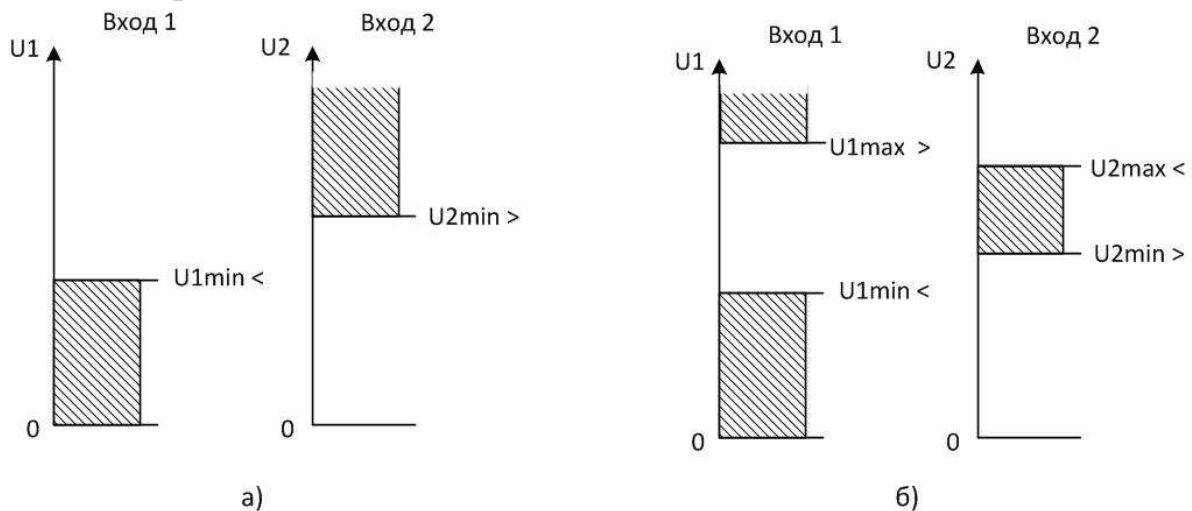

Рис. 1.4.9.1 Зоны срабатывания АВР по входу 1
1.4.9.7 Для наглядности на рис. 1.4.9.1 показаны штриховой линией области, в которых должны находиться напряжения на входах 1 и 2 для срабатывания АВР по входу 1: а) - для АВР по снижению напряжения, б) - для АВР по снижению и по повышению напряжения.